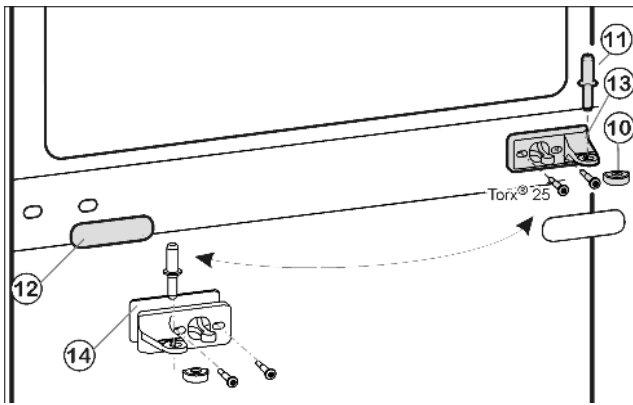
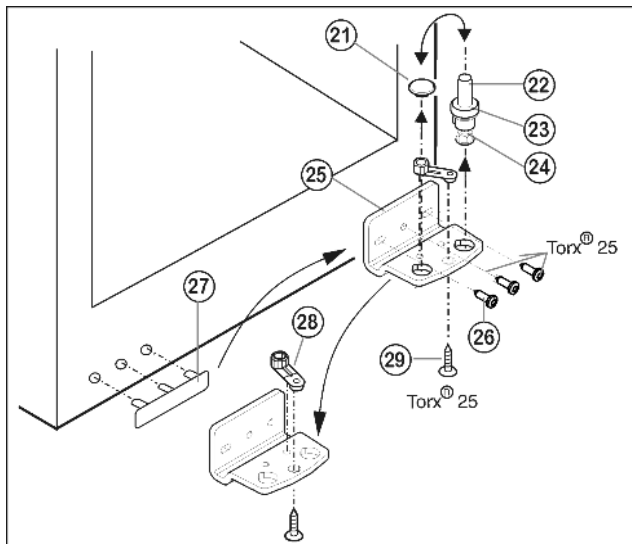

Fig. 5
Fig. 6
- ▶ Lagerbolzen Mitte Fig. 5 (11) aus dem Lagerbock und der unteren Tür herausziehen.
- ▶ Kunststoffkappe Fig. 5 (10) abziehen.
- ▶ Lagerbock Mitte Fig. 5 (13) abschrauben (2 mal Torx® 25).
- ▶ Abdeckblende Fig. 5 (12) vorsichtig abziehen.
- ▶ Lagerbock Mitte Fig. 5 (13) mit Unterlage Fig. 5 (14) um 180° gedreht auf die neue Scharnierseite **fest (mit 4 Nm)** anschrauben.
- ▶ Abdeckblende Fig. 5 (12) um 180° gedreht auf der neuen Griffseite wieder aufrasten.
- ▶ Lagerbolzen Fig. 6 (22) komplett, mit Scheibe Fig. 6 (23) und Stellfuß Fig. 6 (24), nach oben herausziehen.
- ▶ Stopfen Fig. 6 (21) abheben.
- ▶ Lagerbock Fig. 6 (25) abschrauben Fig. 6 (26).
- ▶ Lagerteil Fig. 6 (28) abschrauben Fig. 6 (29) und in das gegenüberliegende Aufnahmeloch des Lagerbocks umsetzen, wieder festschrauben.
- ▶ Griffseitige Abdeckung Fig. 6 (27) vorsichtig abheben und auf die Gegenseite umsetzen.
- ▶ Lagerbock Fig. 6 (25) auf der neuen Scharnierseite ggf. mit Hilfe eines Akkuschaubers **fest (mit 4 Nm)** wieder anschrauben.
- ▶ Stopfen Fig. 6 (21) in das anderen Loch wieder einsetzen.
- ▶ Lagerbolzen Fig. 6 (22) komplett, mit Scheibe und Stellfuß, wieder einsetzen. Dabei darauf achten, dass der Rastnocken nach hinten zeigt.
- ▶ Untere Tür von oben auf Lagerbolzen unten Fig. 6 (22) aufsetzen.
- ▶ Die Kunststoffkappe Fig. 5 (10) wieder auf den Lagerbock Mitte Fig. 5 (13) aufsetzen.
- ▶ Lagerbolzen Mitte Fig. 5 (11) auf der neuen Scharnierseite durch den Lagerbock Mitte Fig. 5 (13) in die untere Tür einsetzen.
- ▶ Obere Tür auf den Lagerbolzen Mitte Fig. 5 (11) setzen.
- ▶ Die Türen eventuell über die beiden Langlöcher im Lagerbock unten Fig. 6 (25) und Lagerbock Mitte Fig. 5 (13) fluchtend zum Gerätegehäuse ausrichten. Dazu mittlere Schraube im Lagerbock unten Fig. 6 (25) herausdrehen.